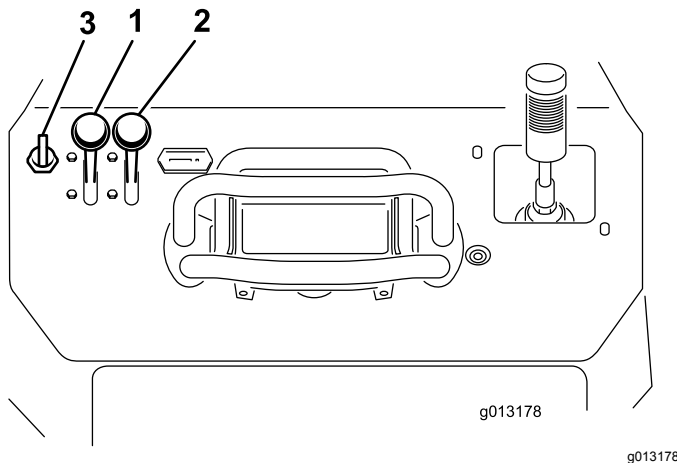

Figura 16
1. Mueva la palanca del acelerador a un punto intermedio entre las posiciones de LENTO y RÁPIDO (Figura 16).
2. Mueva la palanca del estárter a la posición de ABIERTO (Figura 16).
3. Gire la llave a la posición de CONECTADO (Figura 16). Cuando el motor arranque, suelte la llave.
4. Mueva gradualmente la palanca del estárter a la posición de DESCONECTADO (Figura 16). Si el motor se cala o funciona de forma irregular, active el estárter otra vez hasta que el motor se caliente.
5. Mueva la palanca del acelerador a la posición deseada (Figura 16).
2. Mueva la palanca del acelerador a la posición de LENTO (Figura 16).